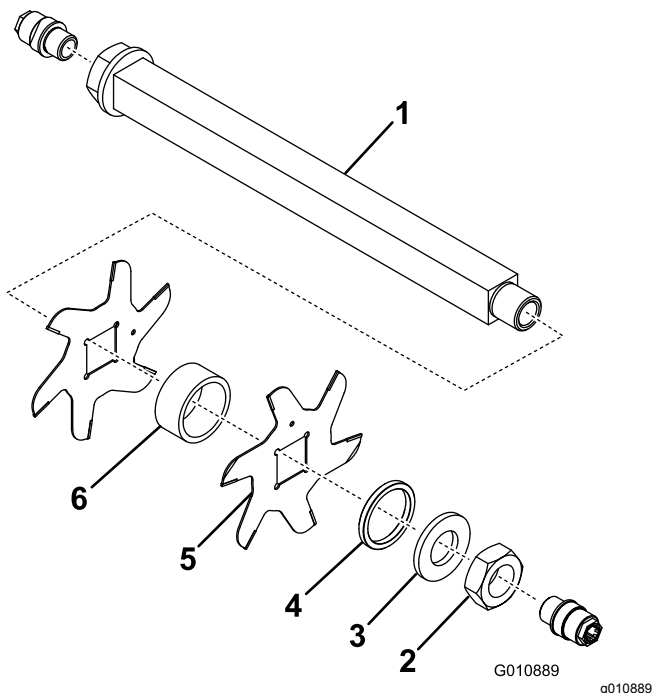

Figura 14
3. Retire o espaçador pequeno, a anilha, as lâminas e os espaçadores grandes. Limpe e lubrifique o eixo quadrado com uma leve camada de massa para facilitar montagem (Figura 14).